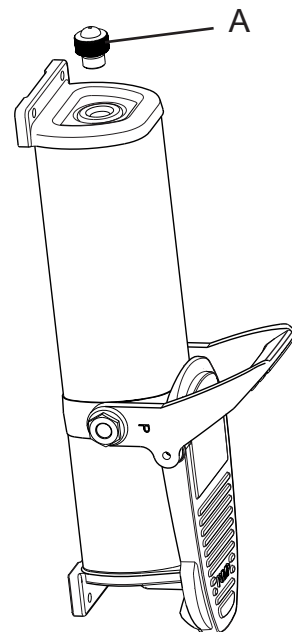

Fig. 6
- Colocar la bomba con el motor de aire hacia abajo (Fig. 6).
- Soltar desenroscando el tapón del relleno de aceite (Fig. 6, pos. A).
- Pôr a bomba com o motor pneumático para baixo (Fig. 6).
- Desapertar e remover o bujão de enchimento do óleo (Fig. 6, pos. A).